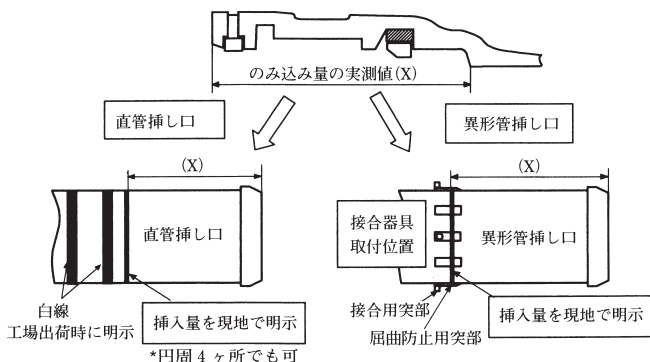

図23 挿し口の挿入量
ゴム輪を受口へセットする前に、異形管受口端面から受口奥部までの、のみ込み量の実測値 (X) を測定する。それを挿し口の挿入量 (X) として挿し口外面全周（または円周4ヶ所）に白線で明示する (図23参照)。